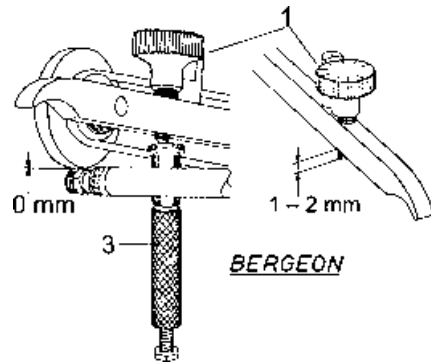

Abb. 69
4. Die Höhenjustierschraube 1 wird auf Null gestellt, wobei die Schraube etwas herausstehen muss. Den Anschlag 3 stellen wir so ein, dass die Widiasscheiben gerade auf dem kleinsten Lager aufliegt und so nie die Brosche beschädigen kann (Abb. 69).